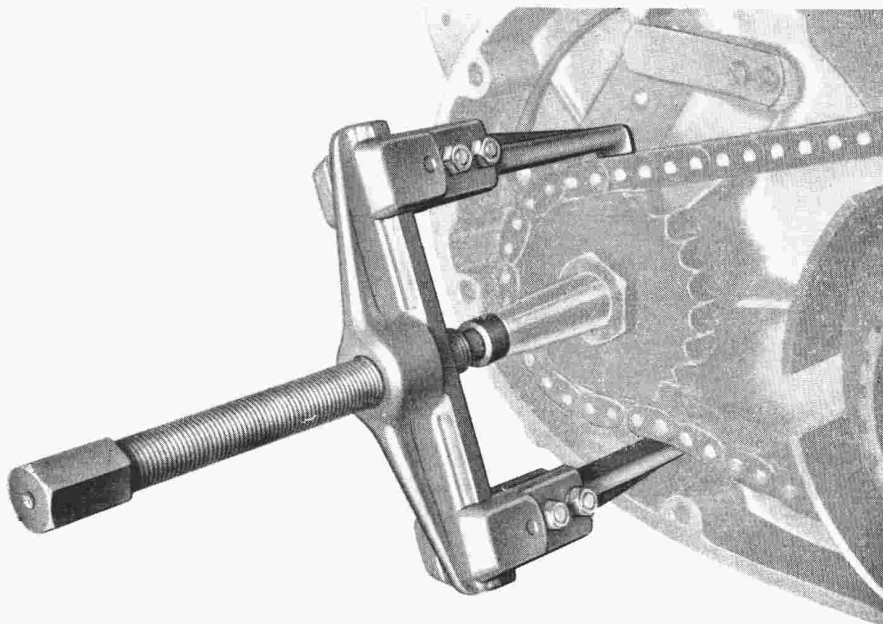

Abb. 7
- Kettenrad E1MB 17 mit Klauenabzieher abziehen, man beachte, daß die Klauen des Abziehers die Kette mitgreifen wie in Abb. 7.